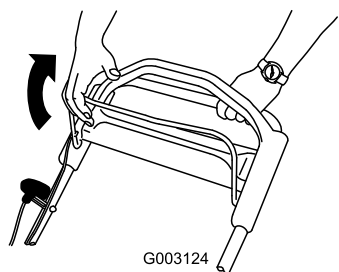

Figura 23
2. Tire de la barra de control de la cuchilla hacia el manillar (Figura 23).